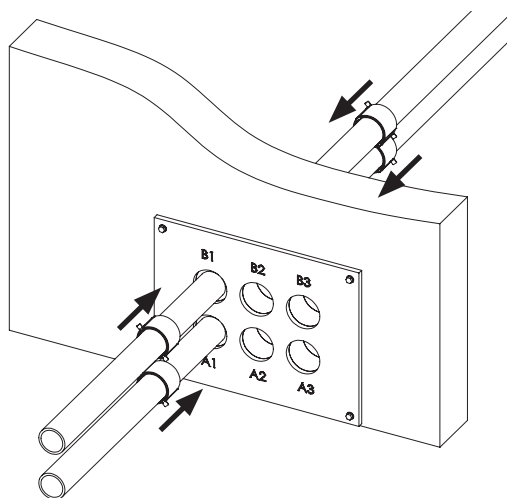
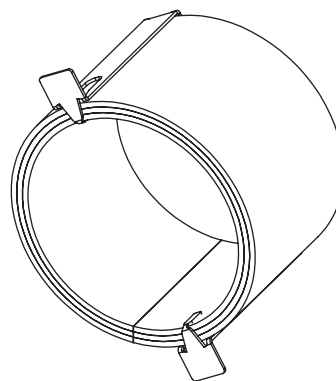

Fig. 35 Insertion des manchettes coupe-feu
Fig. 36 Manchette coupe-feu
- ▶ Enfiler la manchette coupe-feu sur le tuyau et l'insérer dans la cloison coupe-feu. Sur chaque tuyau, une manchette coupe-feu à l'intérieur et une à l'extérieur doivent être montées – Fig. 35, Fig. 36.